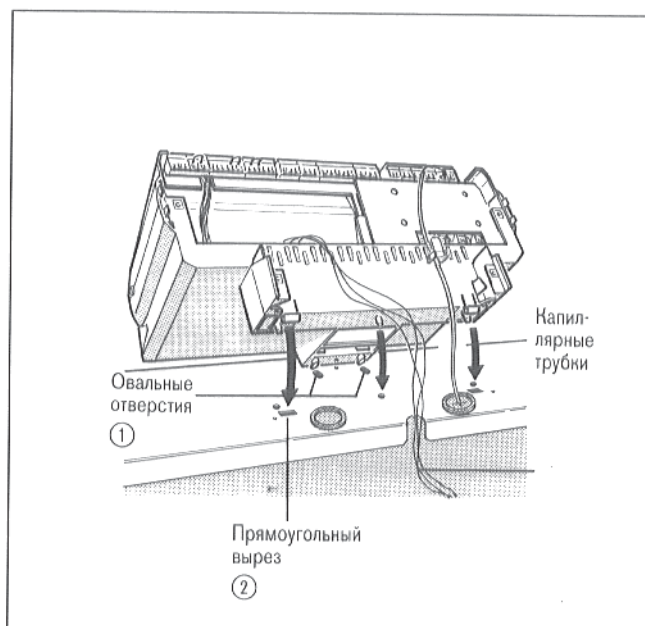

Рис. 23
- Насадить регулятор на передний кожух так, чтобы вставные крючки на нижней стороне регулятора вошли спереди в овальные отверстия ① (рис 23).
- Вложить капиллярные трубки в вырез переднего кожуха (рис. 23).
- Продеть провод горелки и, при "Еcomatic-регулировании", провод датчика через резиновый ввод (рис. 23).
- Толкать регулятор в направлении вперед, при этом, давить регулятор до тех пор вниз, пока эластичные крючки не войдут в задние прямоугольные вырезы ② (рис. 23).